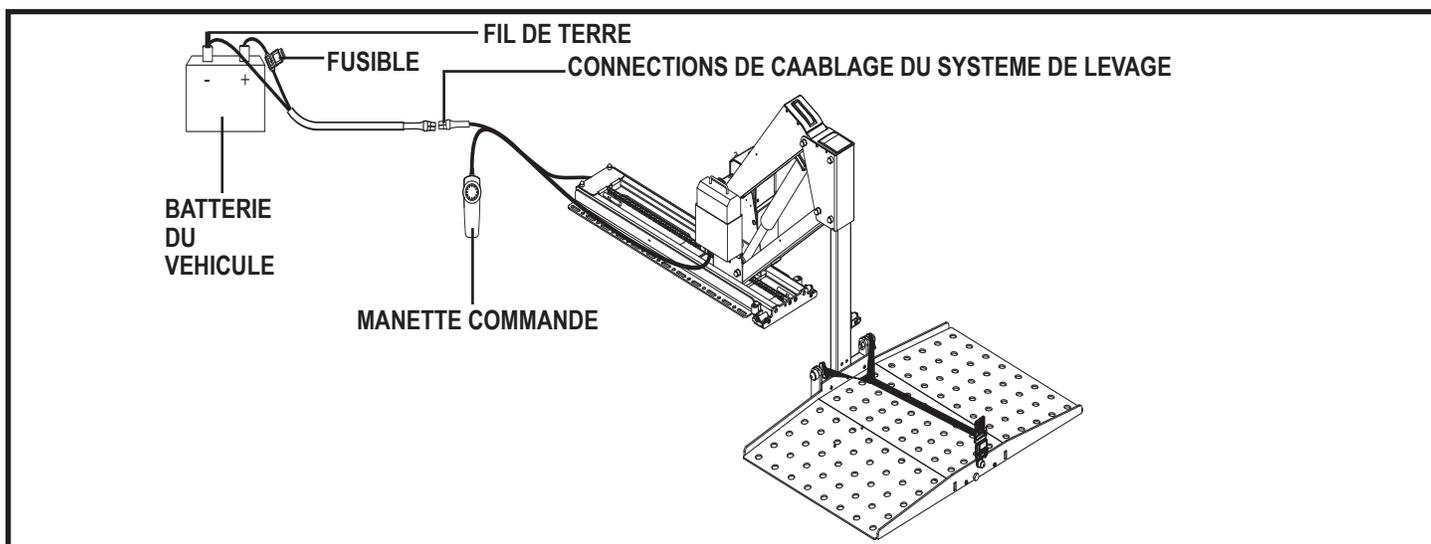

Figure 3. Installation du faisceau de câbles - Backpacker Plus
1. Acheminez le faisceau de câbles du système de levage (à partir du système de levage) à travers l'intérieur du véhicule jusqu'à la batterie du véhicule. **Voir la figure 3.**
4. Retirer le fusible de 15 ampères du faisceau. **Voir la figure 3.**